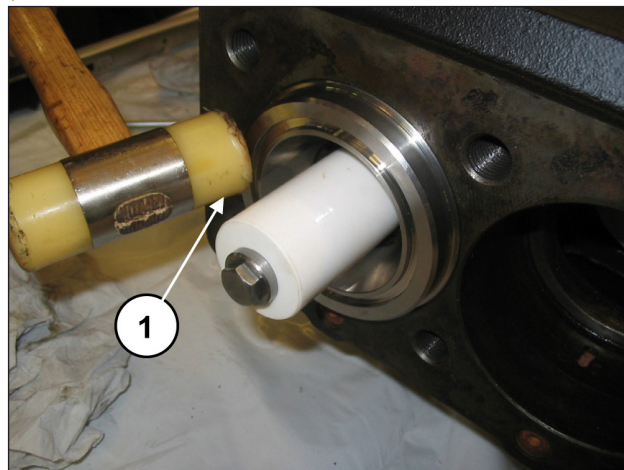

图 151
确保缸套/密封圈支架单元在底座（位置②，图 151）正确定位。